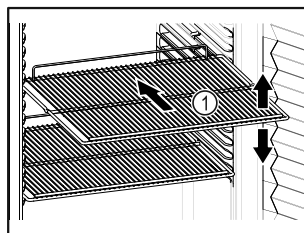

Fig. 80 Représentation à titre d'exemple
- ❑ Lorsque les grilles de support Fig. 80 (1) peuvent être déplacées, changez leur position en fonction de la hauteur des aliments.